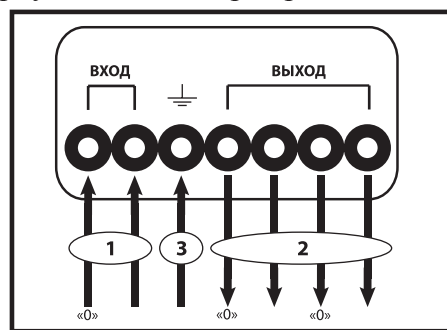

рис.4
6.3 Заземлите корпус стабилизатора при помощи выхода (3) (см. рис.4) .
6.4 Подключите стабилизатор к входному напряжению при помощи клемм «Вход» (1) (см. рис.4).
6.7. Подключите нагрузку к клеммам «Выход» (2) (см. рис.4).